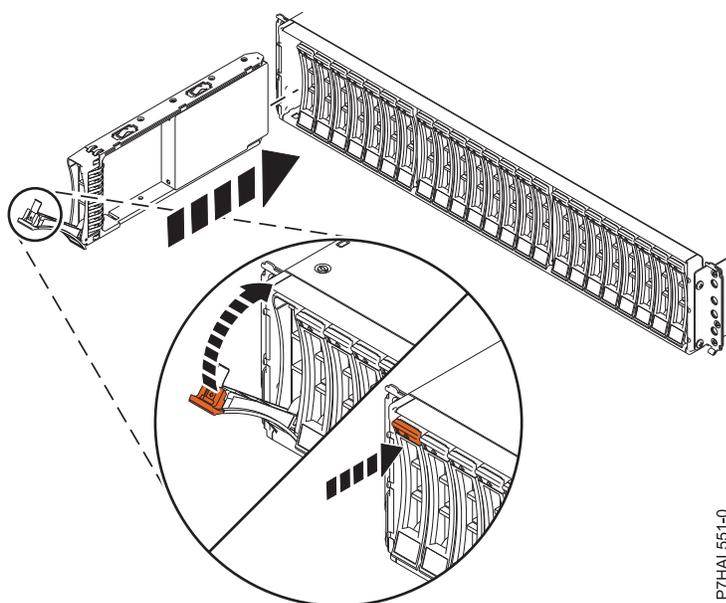

Figure 4. Installation ou remise en place de l'unité de disque dans le boîtier d'unité de disque 5887
2. Avec la poignée en position déverrouillée, comme illustré à la figure 4, maintenez l'unité par le dessous pour l'aligner avec les rails de guidage dans le boîtier d'unité de disque.
4. Verrouillez l'unité en faisant tourner la poignée de la baie (A) dans la direction indiquée. figure 4.